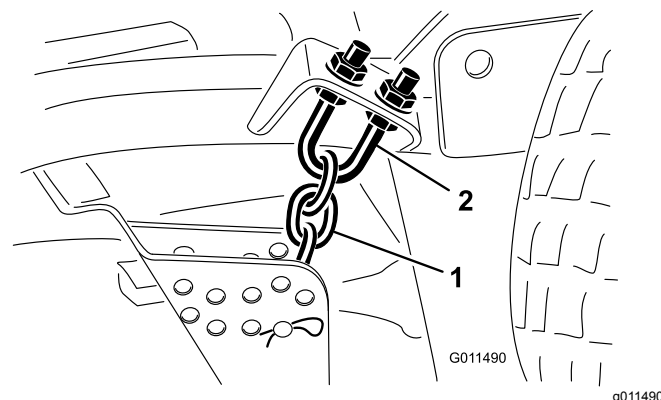

Figure 84
- Desserrez les écrous de blocage en haut ou en bas de l'étrier fileté de la chaîne de hauteur de coupe (Figure 84).